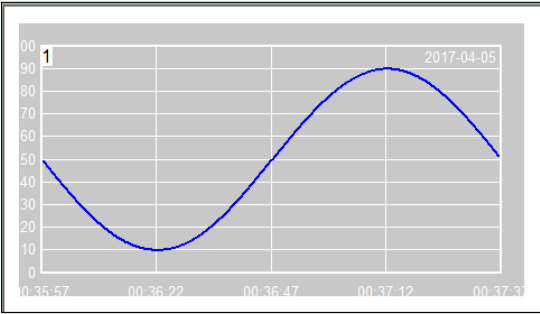

图 3-8 设置背景
- 设置显示背景→是，水平延伸→20，垂直延伸→20，如图 3-8 所示。